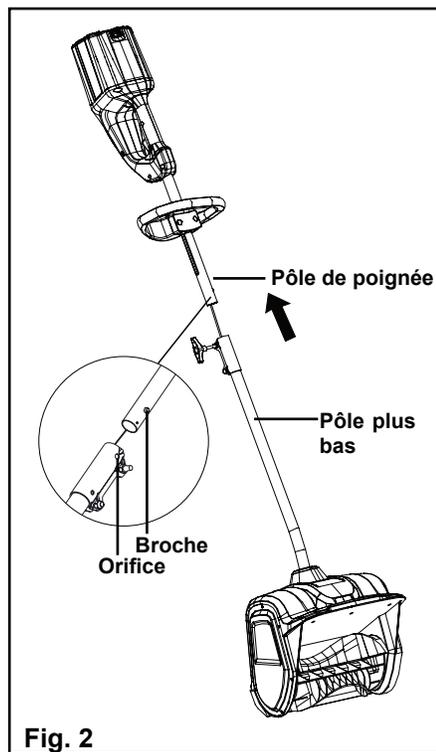

Fig. 2
- Alignez la broche de l'axe sur la poignée et l'orifice situé sur l'axe inférieur. (Fig. 2).